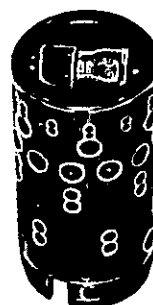

Fig. 160 - Controllo del diametro del corpo esterno del distributore con comparatore per interni.
- Eseguire un'accurata pulizia di tutti i particolari del distributore. Controllare mediante comparatore per interni (Fig. 160), che il gioco tra i due corpi del distributore non sia superiore a quello indicato nella relativa tabella; in caso contrario procedere alla loro sostituzione. Il distributore ed il pistone non sono fornibili separatamente come ricambio.